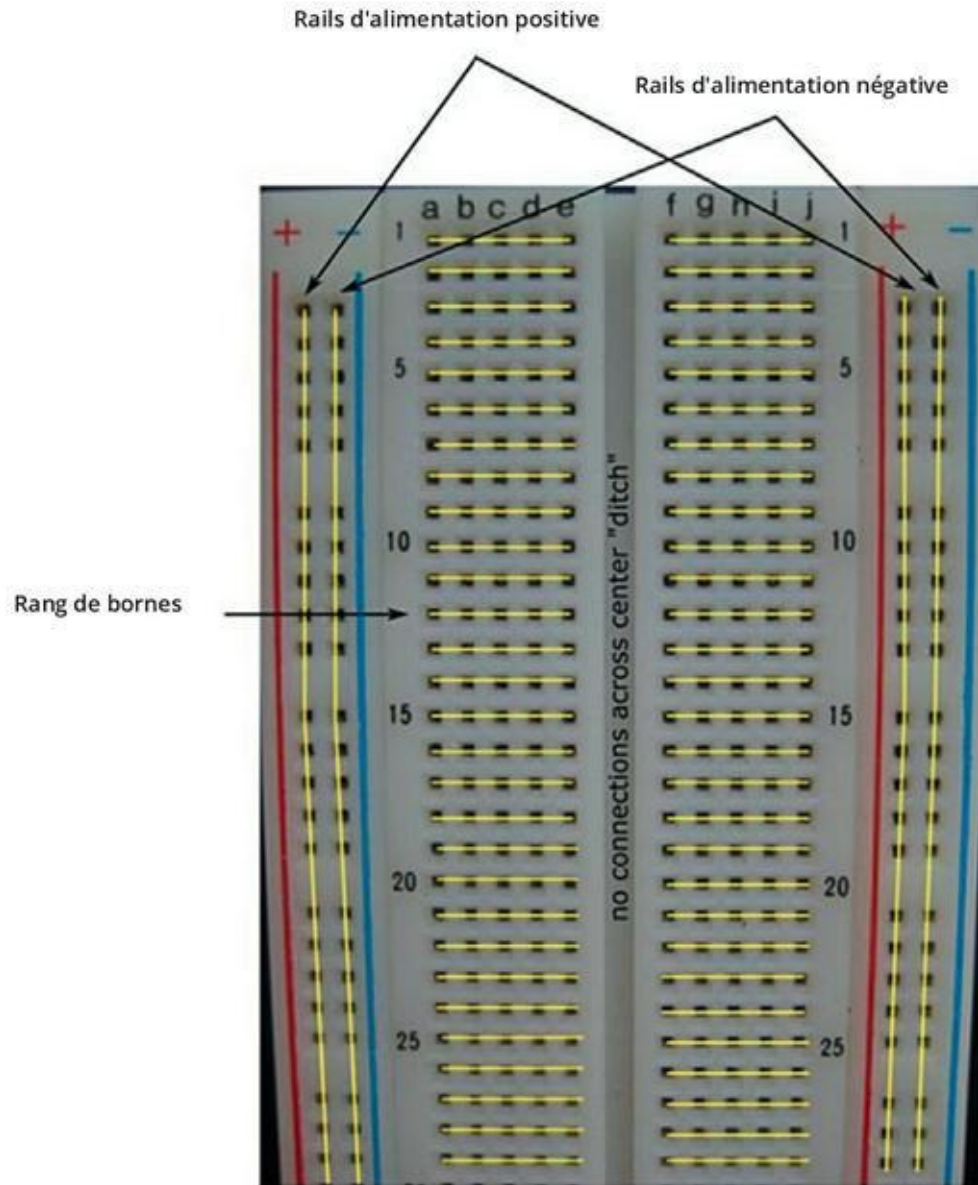

FIGURE 15-2 Une plaque d'essais sans soudure est constituée de rangées de trous de contact reliés électriquement par petits groupes sous sa surface.
La photo de la Figure 15-2 représente un modèle simple de plaque sans soudure, sur laquelle des lignes jaunes ont été ajoutées pour vous permettre de visualiser les connexions entre les trous de contact. La plupart des plaques d'essais présentent trois caractéristiques notables :
- » **Des rangs de bornes :** Dans les deux parties centrales de la plaque, les trous sont reliés horizontalement par blocs de cinq, appelés borniers ou *rangs de bornes*, comme l'indiquent les lignes jaunes sur la Figure 15-2. Dans la rangée n° 1, par exemple, les trous des colonnes a, b, c, d et e, sont reliés ensemble, de même que les trous des colonnes f, g, h, i et j. Il n'y a pas de connexions verticales dans ces deux parties centrales. Ainsi, par exemple, le trou 1a n'est pas relié électriquement au trou 2a.
- » **Un espace central :** Aucune connexion ne traverse l'espace qui est au centre pour relier les rangées E et F. De nombreux circuits intégrés (CI) sont au format DIP (*dual inline package*). Lorsqu'un boîtier DIP est enfiché à cheval sur cet espace, ses broches sont instantanément reliées à deux séries de connexions indépendantes.
En observant simplement la plaque d'essais, il n'est pas possible de savoir combien de trous sont reliés entre eux dans chaque rail d'alimentation. Sur certains modèles comme celui de la Figure 15-2, tous les contacts de chaque rail d'alimentation sont reliés électriquement, mais sur d'autres modèles, la connexion s'arrête à mi-chemin de chaque colonne. Si c'est le cas, vous pouvez brancher un fil entre des contacts voisins pour relier, dans chaque colonne, les deux séries séparées de connexions.